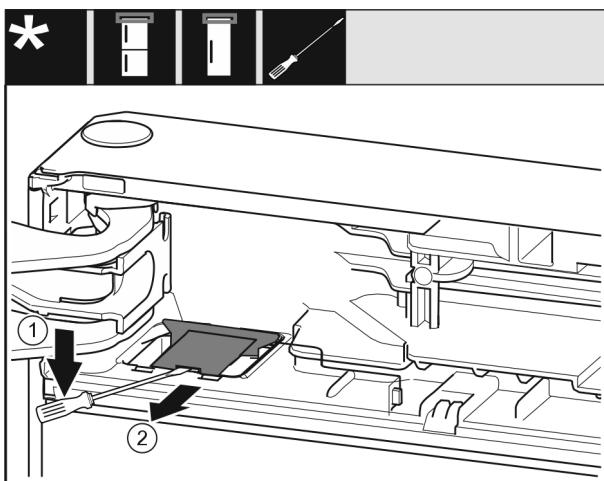

Fig. 11
- ▶ 使用带槽螺丝刀松开盖板，并将其抬起。Fig. 11 (1)
- ▶ 取出盖板。Fig. 11 (2)